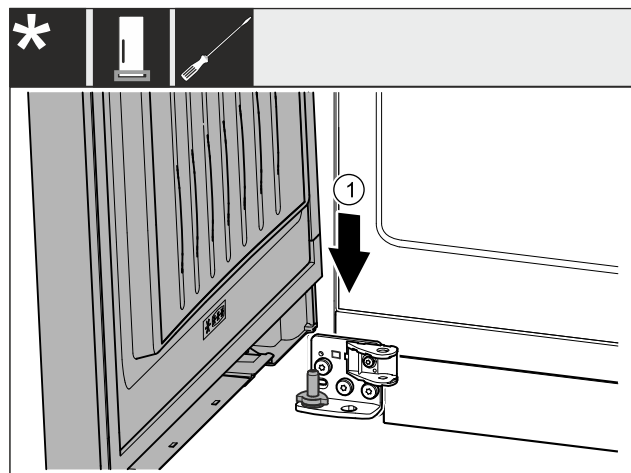

Fig. 30
- ▶ Τοποθετήστε την πόρτα από επάνω στον κάτω πείρο. Fig. 30 (1)